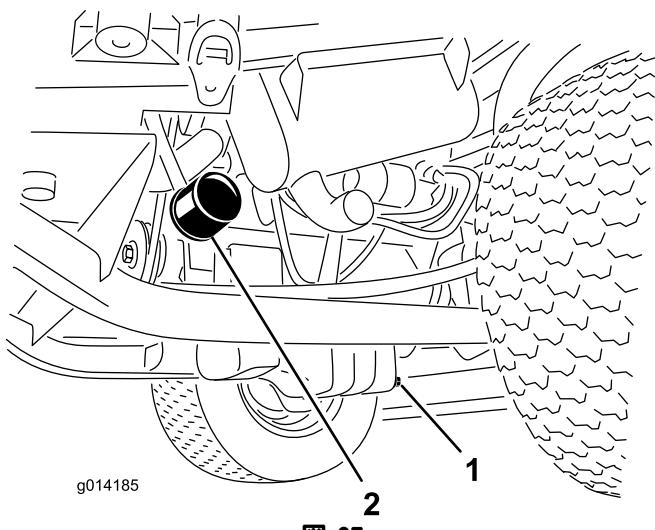

図 37
1. ドレンプラグ（図 37）を外してオイルを容器に受ける。
3. オイルフィルタ（図 37）を外す。